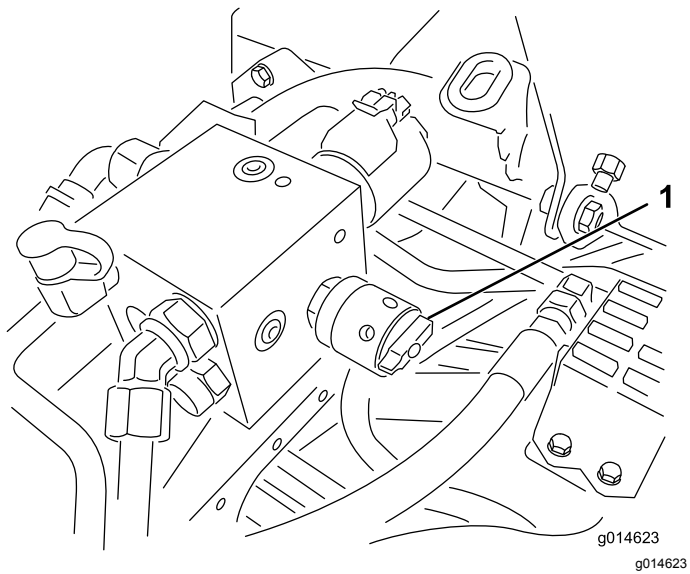

**Figure 52**
- Tournez le levier de rodage à la position de rotation ARRIÈRE (R) (Figure 52).